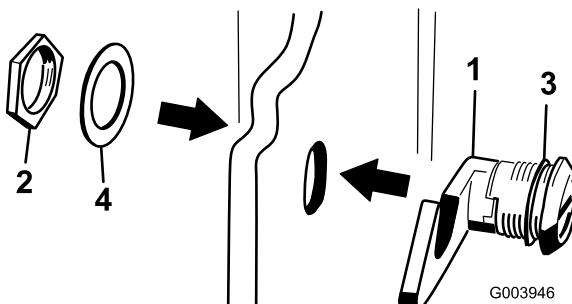

Рисунок 18
- Отверните гайку с узла защелки капота (Рисунок 18).